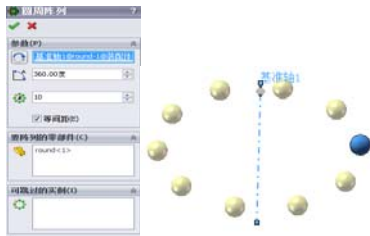

图 8-45 指定阵列零件的个数与间距
**5** 选择 [等间距] 复选框，则总角度将默认为  $360^\circ$ ，所有的阵列特征会等角度均匀分布，如图 8-45 所示。